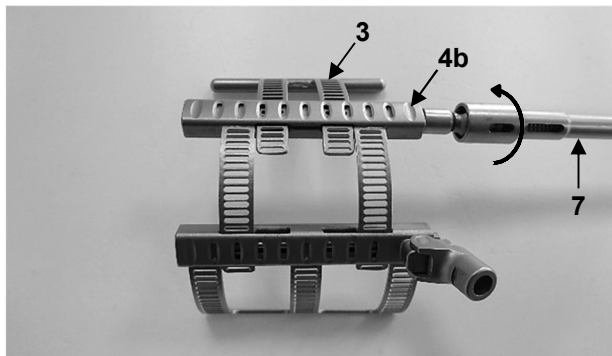
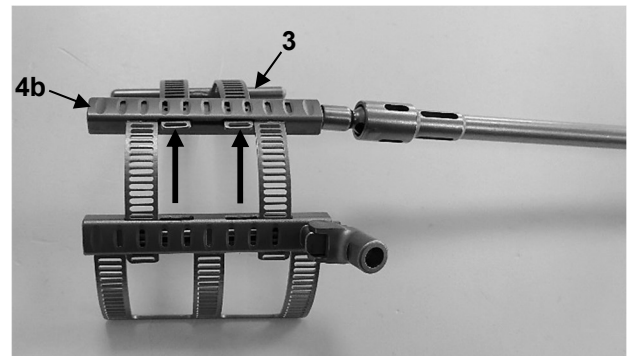

Abb. 4a
Abb. 4b
Falls die Spreizweite damit nicht ausreichend ist, kann das sekundäre Element (3) noch soweit ausgefahren werden (Abb. 4a), dass das letzte Langloch am Ende des jeweiligen Fächerblattes noch vollständig zu sehen ist (Abb. 4b).
Abbildung 4b zeigt auch die maximal mögliche Spreizweite des Vorhofblattes.